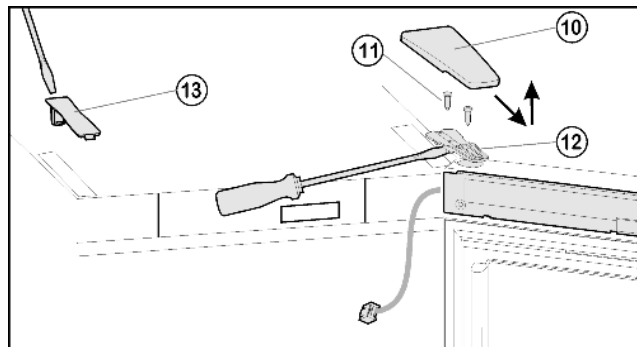
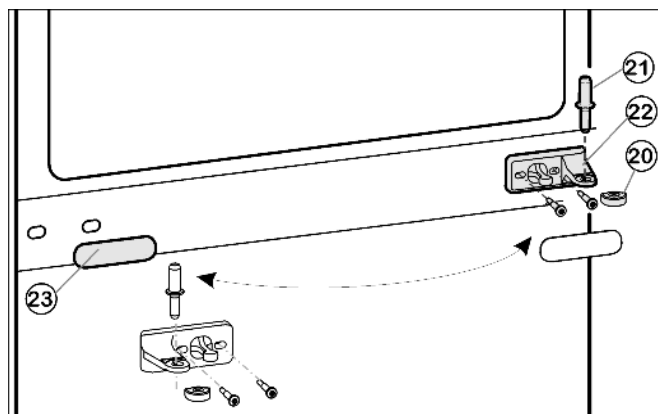
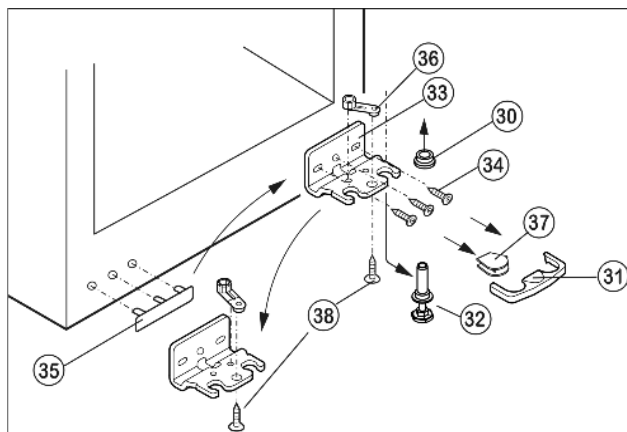

Fig. 5
Fig. 6
Fig. 7
- Kryt Fig. 5 (10) stáhněte dopředu a nahoru.
- Kryt Fig. 5 (13) zvedněte.
- Šrouby Fig. 5 (11) úplně vyšroubujte.
- Dveře včetně stojanu ložiska Fig. 5 (12) a kabelu vytáhněte nahoru. Pro povolení příp. opatrně vypáčíte plochým šroubovákem pod stojanem ložiska.
- Prostřední ložiskový čep Fig. 6 (21) vytáhněte z prostředního stojanu ložiska Fig. 6 (22) a spodních dveří.
- Plastovou čepičku Fig. 6 (20) stáhněte.
- Stojan ložiska Fig. 6 (22) odmontujte.
- Krytku Fig. 6 (23) opatrně stáhněte.
- Prostřední stojan ložiska Fig. 6 (22) přišroubujte otočený o 180° na novou stranu závěsu (s 4 Nm).
- Krytku Fig. 6 (23) otočenou o 180° zasuňte na nové straně madla.
- Pojistku Fig. 7 (31) stáhněte dopředu.
- Kryt Fig. 7 (37) stáhněte.*
- Seřizovací nožku Fig. 7 (32) zcela zašroubujte.
- Ložiskový čep Fig. 7 (32) vytáhněte dolů a dopředu. Přitom je třeba dávat pozor na pouzdro závěsu Fig. 7 (30).
- Stojan ložiska Fig. 7 (33) odšroubujte (3x Torx 25) Fig. 7 (34).
- Díl ložiska Fig. 7 (36) odšroubujte (1x Torx 25) Fig. 7 (38) a přemístěte do protilehlého upínacího otvoru stojanu ložiska, zase přišroubujte.
- Krytku Fig. 7 (35) na straně madla opatrně vytáhněte a přemístěte.
- Stojan ložiska Fig. 7 (33) na nové straně závěsu zase příp. přišroubujte pomocí akumulátorového šroubováku (s 4 Nm).
- Kryt Fig. 7 (37) nasadíte na protilehlé straně.*
- Pojistka (31) musí na stranách zapadnout do stojanu ložiska, aby ložiskový čep a tím i dveře byly zajištěny.
- Pojistku (31) zase zatlačte na stojan ložiska.
- Pouzdro závěsu Fig. 7 (30) nasadíte.
- ▶ Dveře nasadíte shora na spodní ložiskový čep *Fig. 7 (32)*.
- ▶ Plastovou krytku *Fig. 6 (20)* nasadíte zase na prostřední stojan ložiska *Fig. 6 (22)*.
- ▶ Prostřední ložiskový čep *Fig. 6 (21)* vložte do spodku dveří přes prostřední stojan ložiska *Fig. 6 (22)*.
- ▶ Horní dveře nasadíte na prostřední ložiskový čep *Fig. 6 (21)* dveře zavřete a horní stojan ložiska *Fig. 5 (12)* nasadíte tak, aby zapadl do horní strany přístroje.
- ▶ Stojan ložiska *Fig. 5 (12)* **příšroubujte s min. 4 Nm**. Díry pro šrouby případně předem propíchněte nebo použijte akumulátorový šroubovák.
- ▶ Kryt *Fig. 5 (10)* a kryt *Fig. 5 (13)* zatlačte.
- Dveře případně pomocí obou podélných děr ve spodním stojanu ložiska *Fig. 7 (33)* a v prostředním stojanu ložiska *Fig. 6 (22)* vyrovnejte tak, aby lícovaly. Vyšroubujte prostřední šroub na stojanu ložiska dole *Fig. 7 (33)*.